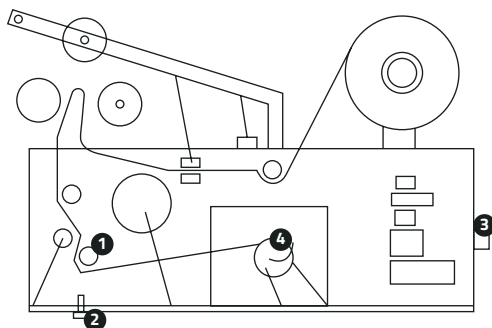

Figura 4
5. Instale a bobina de rótulos no sistema de transporte do equipamento (figura 4).
6. Tracione o rolete recartilhado (n° 1) utilizando os parafusos de ajuste inferior (n° 2). (figura 4)
- ii. **Ao final do processo, certifique-se de instalar os rótulos no suporte rebobinador (n°4; figura 4). Fixe-os com o auxílio do grampo preso no suporte.**